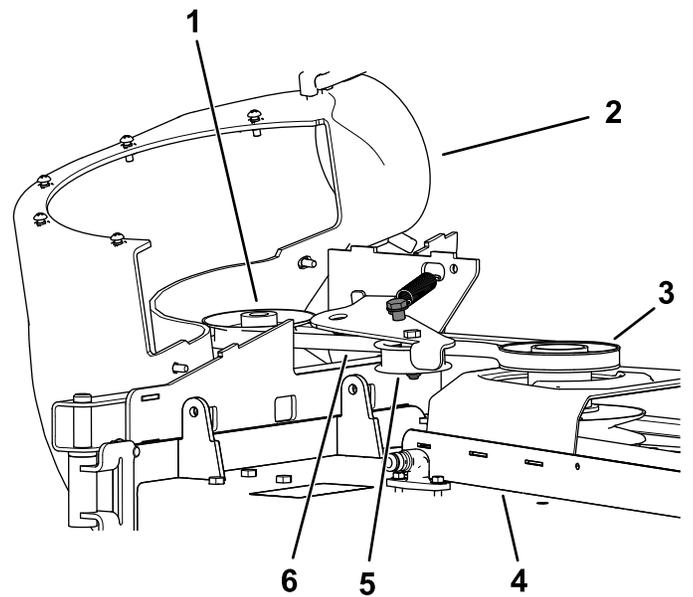

Figura 34
2. Tire hacia atrás de la polea tensora tensada con muelle para aliviar la tensión de la correa (Figura 34).
6. Instale la correa nueva alrededor de las poleas del soplador (Figura 34).
8. Instale la correa nueva alrededor de la polea de la carcasa de corte (Figura 34).
9. Tire hacia atrás de la polea tensada con muelle e instale la correa en la polea (Figura 34).